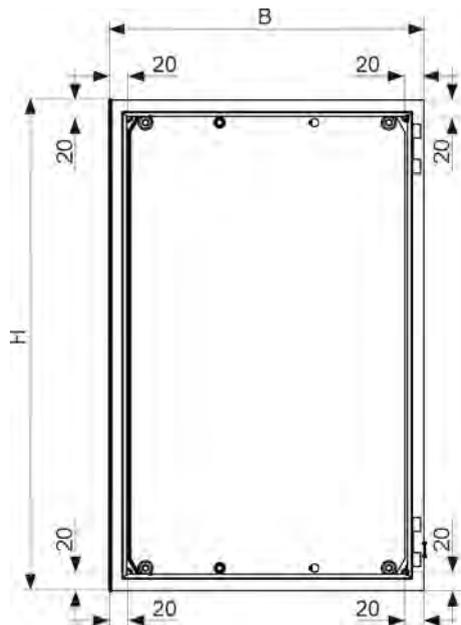

Abb. 6: Wandmontage: DryExx®-Steuerung
Bei Montage an einem Montagegestell die dem Lieferumfang beiliegenden Schweißbolzen gemäß Angaben in Abb. 6 an der vorgesehenen Fläche anbringen.
1. Die Befestigung gemäß Angaben in Abb. 6 vorbereiten.